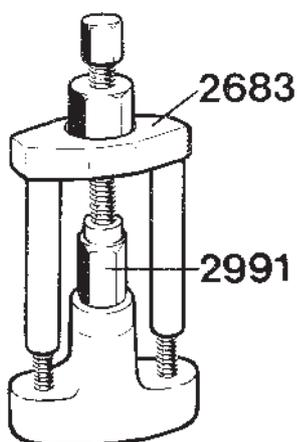

Fig. 128. Outil pour démontage d'injecteur, TD120C
2. Démontez les injecteurs, voir figure 128.